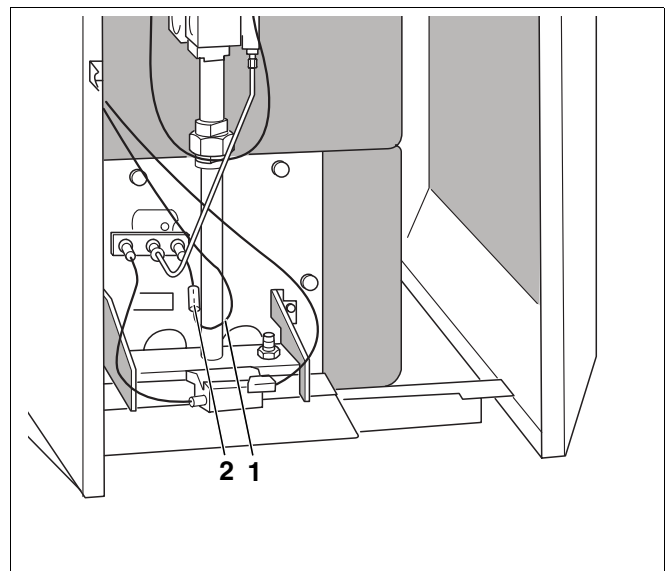

Abb. 40 Berührungsschutz entfernen
- Berührungsschutz (Abb. 40, **Pos. 2**) am Überwachungskabel (Abb. 40, **Pos. 1**) entfernen und Steckverbindung lösen.